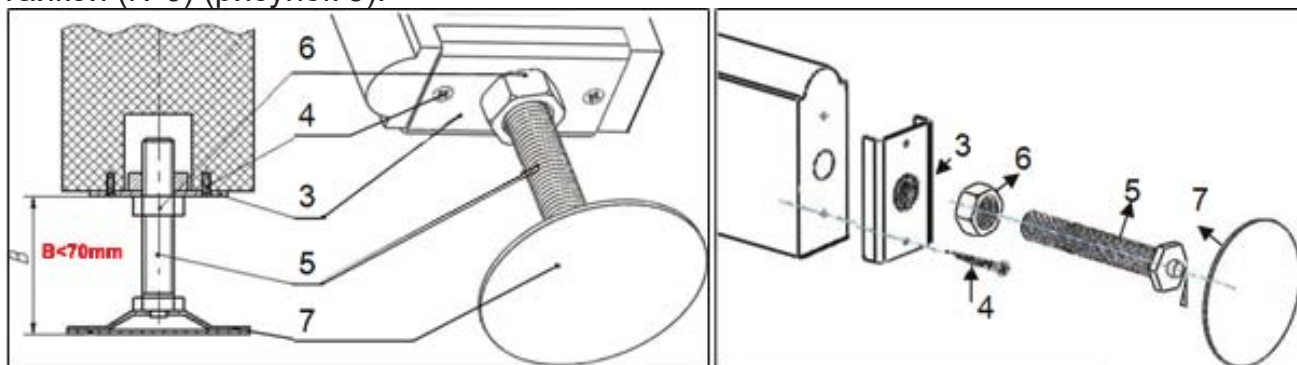

Рисунок 3
4.1.5. Установить подпятники (№3) на нижние части стоек (№1, №2) и закрепить саморезами (№4). Вкрутить в каждый подпятник (№3) болт-домкрат (№5) с фиксирующей гайкой (№6) (рисунок 3).
4.1.7. Выворачивая винты домкратные (№5) (не более 7мм!!!) закрепить Комплекс между полом и потолком. Для обеспечения вертикальности использовать отвес. Закрепить положение винтового домкрата фиксирующей гайкой (№6) (рисунок 3).